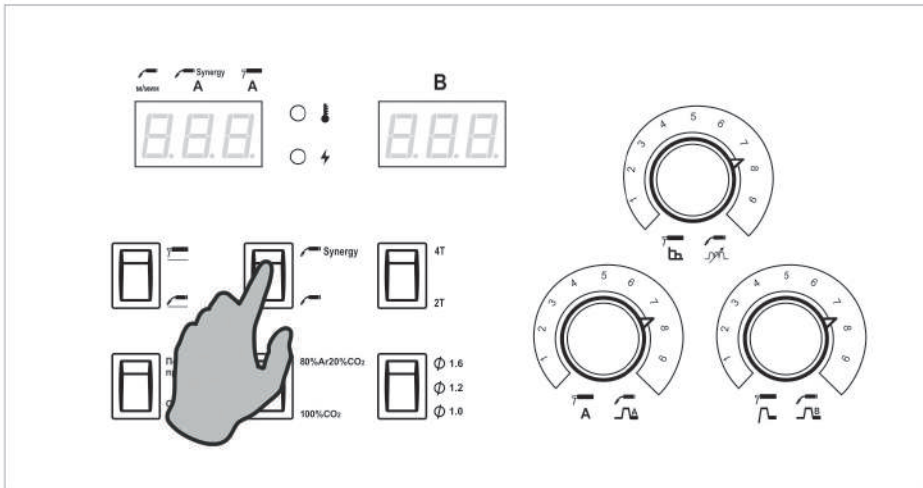

Рис. 8.5.2. Выбор режима MIG SYN.
2. Выберите режим MIG SYN (см. рис. 8.5.2).